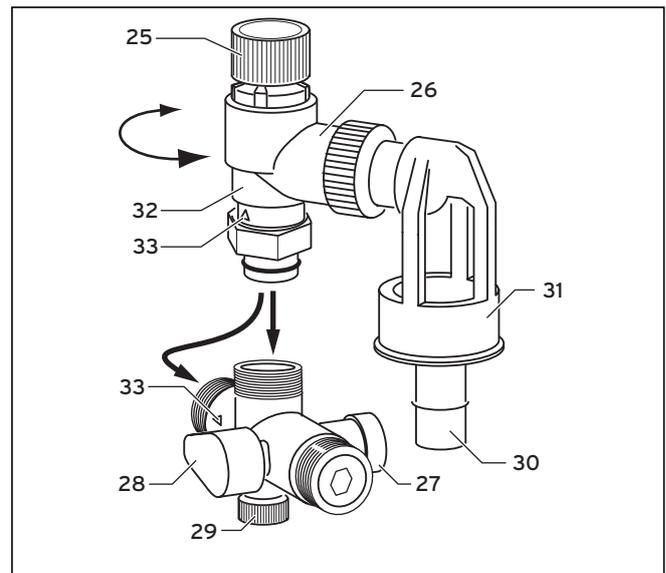

Abb. 4.11 Sicherheitsgruppe
- Montieren Sie das Edelstahl-Wellrohr für Kaltwasser an der Anschlusskonsole (13).
- Montieren Sie den Winkel (22) auf das Edelstahl-Wellrohr des Kaltwassers.
- Montieren Sie die Sicherheitsgruppe (10) auf den Winkel (22).
- Stellen Sie mit dem Ablaufschlauch (12) die Verbindung zwischen Sicherheitsventil (32, Abb. 4.11) der Sicherheitsgruppe (10) und Ablauftrichter (19) her.